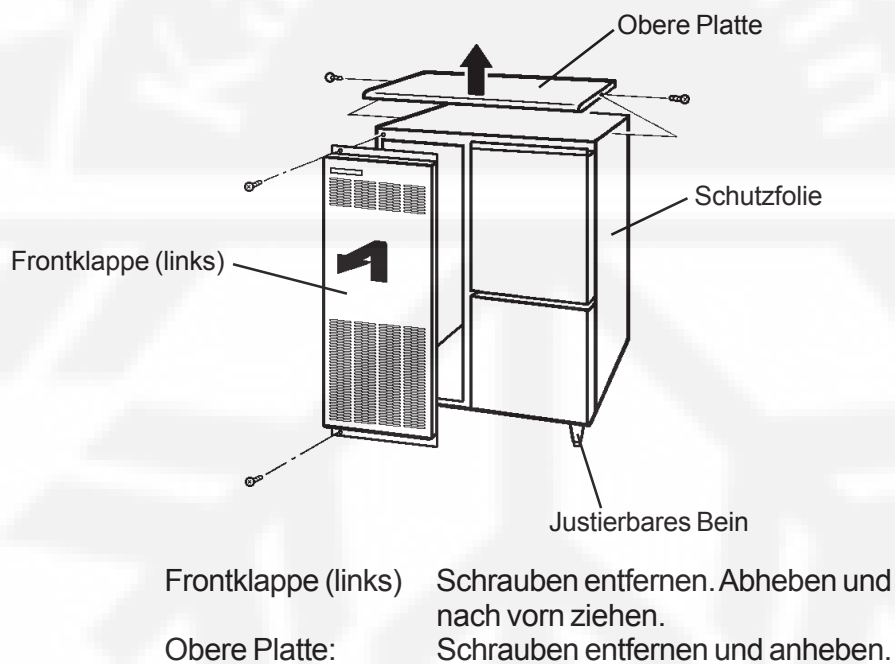

Abb. 5
- 4) Die Frontklappe (links) und die obere Klappe entfernen. Siehe Abb. 5.